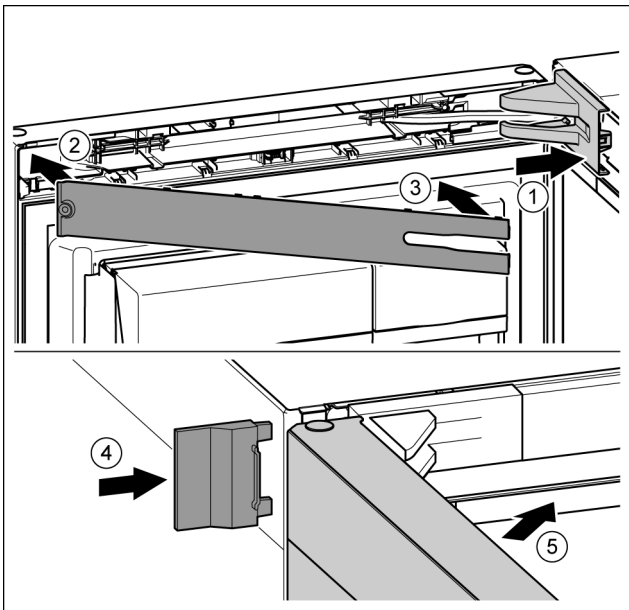

Fig. 43
- ▶ Встановіть та зафіксуйте кришку опорного кронштейна, у разі необхідності – обережно розтисніть. Fig. 43 (1)
- ▶ Встановіть накладку. Fig. 43 (2)
- ▶ Поверніть і зафіксуйте накладку. Fig. 43 (3)
- ▶ Насуньте зовнішню кришку. Fig. 43 (4)
- ▶ Закрийте верхні дверцята. Fig. 43 (5)